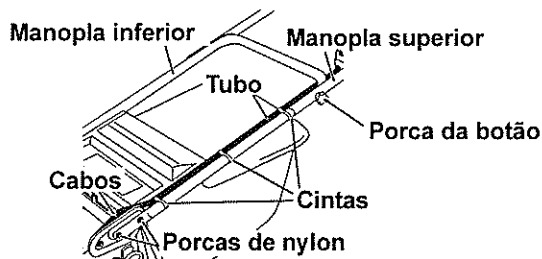

Fig. 2.
- 1 Instale a manopla inferior na máquina (com as quatro porcas de nylon). (Veja as fig. 2, 3 e 4.)